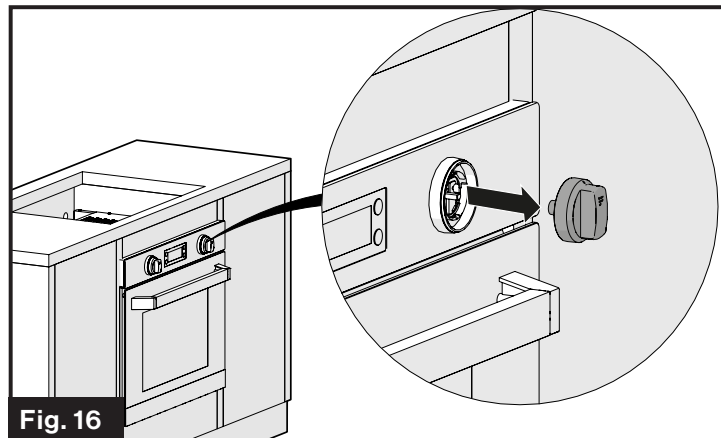

Fig. 16
2. Saisissez, puis tirez sur le bouton de commande dont le voyant LED est brisé. (Fig. 16)